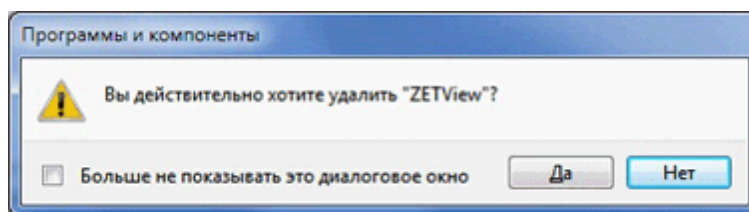

Рисунок 1.4.7
- 5) по окончании удаления операционная система предложит перезагрузить компьютер (рисунок 1.4.7). Перед последующей установкой ZETView рекомендуется перезагрузить компьютер.